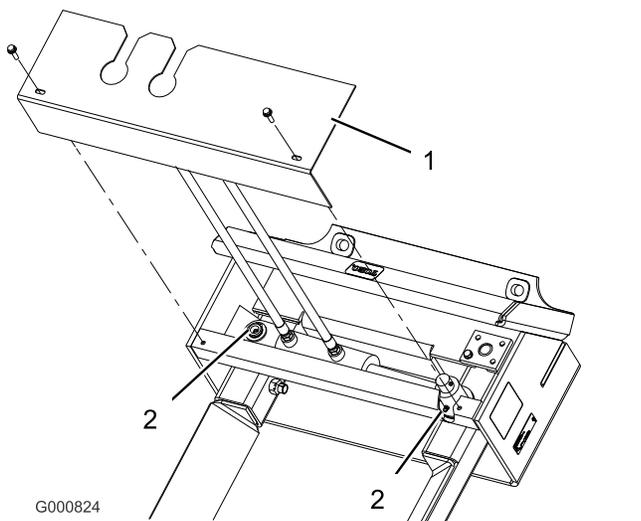
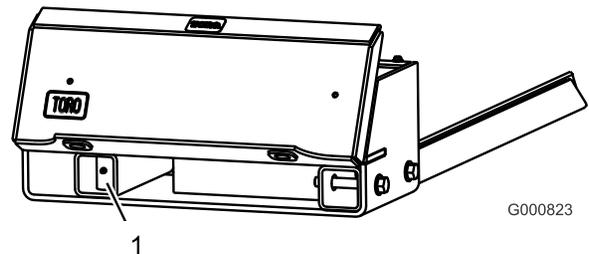

Bild 5
Bild 6
2. Entfernen Sie die zwei Schrauben, mit denen die Abdeckung befestigt ist, und entfernen Sie diese (Bild 5).
3. Reinigen Sie die Schmiernippel (Bild 5 und Bild 6) mit einem Lappen. Kratzen Sie bei Bedarf Lack vorne von den Nippeln ab.
4. Setzen Sie die Fettpresse nacheinander an allen Nippeln an (Bild 5 und Bild 6).